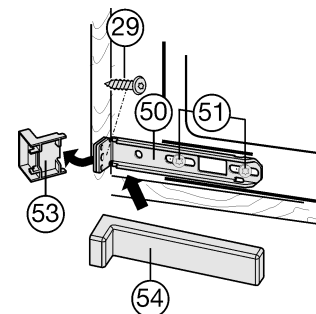

Fig. 17
- ▶ Schrauben *Fig. 17 (51)* etwas lockern.
- ▶ Unteren Befestigungswinkel *Fig. 17 (50)* mit Spanplattenschraube *Fig. 17 (29)* $\varnothing 4 \times 19$ an der Möbelwand festschrauben.
- ▶ Das überstehende Ende der Abdeckung *Fig. 17 (53)* abbrechen. Es wird nicht mehr benötigt.
- ▶ Schrauben *Fig. 17 (51)* festziehen.
- ▶ Abdeckung *Fig. 17 (54)* auf den unteren Befestigungswinkel *Fig. 17 (50)* aufsetzen.